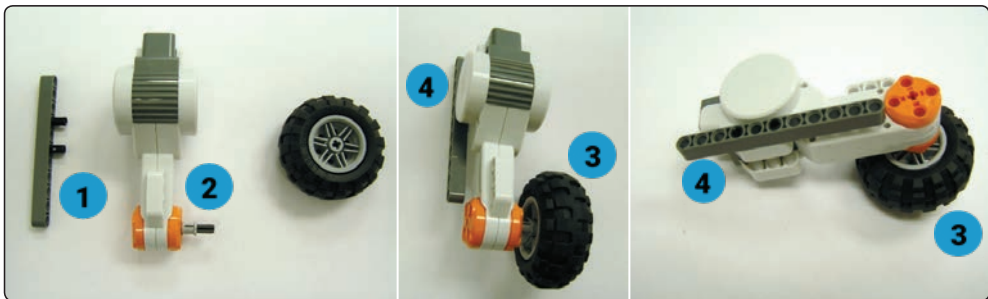

Figura 2.2-1. Secuencia de conexión de la tracción derecha del robot de sumo NXT
4. La barra se conecta al cuerpo del motor según se ve en la Figura 2.2-1.